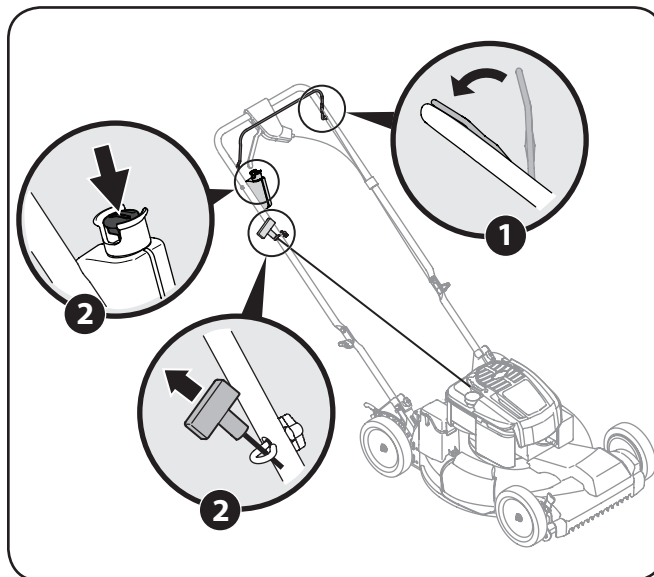

Figura 5-1
2. **Arrancador de retroceso:** Sostenga firmemente las dos manijas juntas, tome la manija del arrancador de retroceso y tire de la cuerda para sacarla con un movimiento rápido y continuo. Vea Figura 5-1. Mantenga firme la manija del arrancador, deje que la cuerda regrese lentamente al arrancador. Repita hasta que el motor esté en marcha. Deje que la cuerda se enrosque lentamente de regreso.